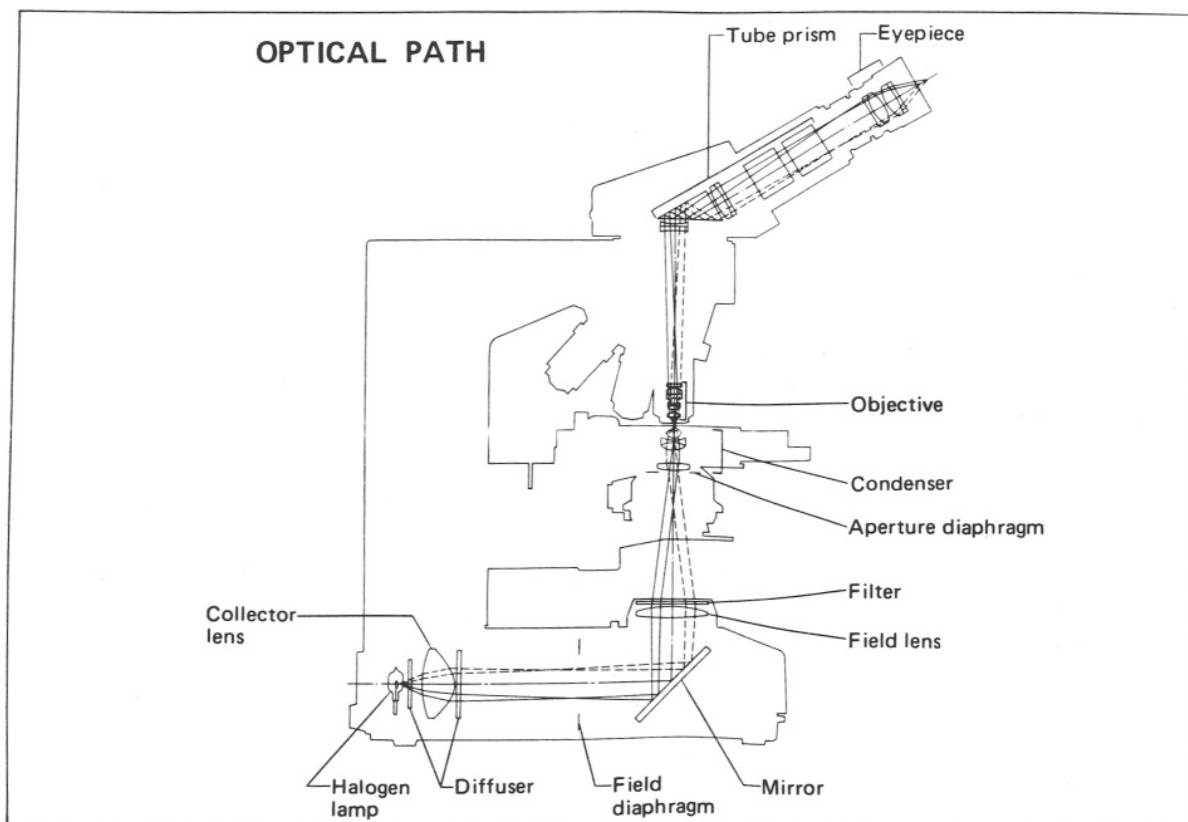

Fig. 15
4. Illumination System (Fig. 15)